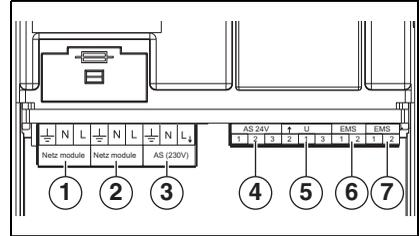
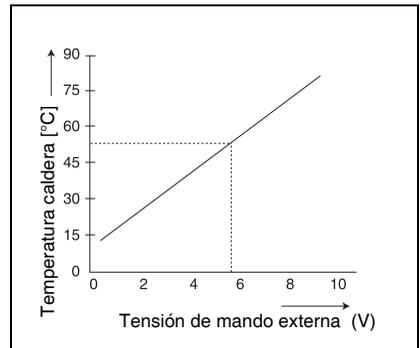

Fig. 2 Conexiones
Fig. 3 Diagrama de 0 – 10V
- a) La conexión AS 24V (→ fig. 2, [4]): se trata de un contacto de conexión exento de potencial para señales de baja tensión hasta 24 V. Esta señal de avería puede ser leída por ejemplo por un sistema de gestión de edificios.
- b) La conexión AS 230V (→ fig. 2, [3]): permite por ejemplo activar una bocina o un indicador de alarma.
El EM10 puede utilizarse como interfaz entre la caldera y por ejemplo un sistema de gestión de edificios. La señal de 0-10 VDC (→ fig. 2, [5]) permite elegir entre control por temperatura de caldera o por potencia (→ fig. 3).
Este tipo de regulación se activa si puentea las clavijas 1 y 3. (→ fig. 2, [5] y el esquema eléctrico en pág. 47). El EM10 convierte la señal de 0-10 V en una potencia nominal. Se trata de una relación lineal, → tabla 2.